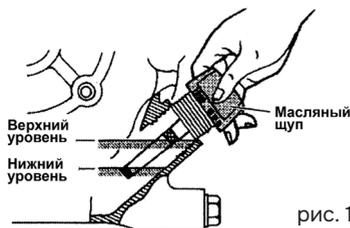

рис. 1
4. Проверьте уровень моторного масла и, если уровень моторного масла низкий его необходимо долить. (рис. 1)